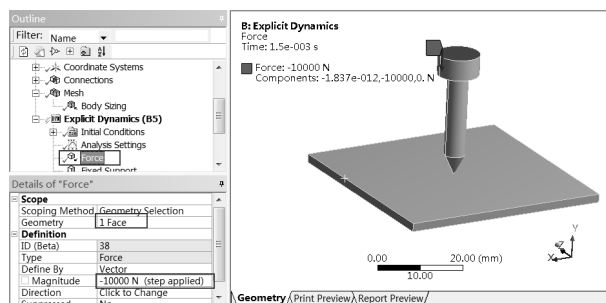

图 11-23 施加载荷
Step3：单击工具栏中的 （选择面）按钮，钢钉最上端（位于 Y 轴最大值的一端），确保 Details of “Force”的 Geometry 栏中出现 1 Face，表明钉子的上端面被选中，在 Magnitude 栏中输入 -10 000 N，如图 11-23 所示。